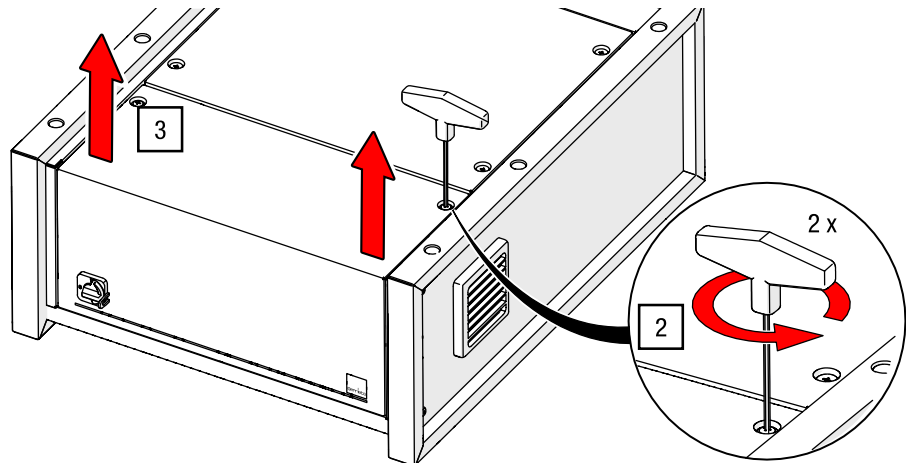

Abb. 89: Bedienfeld lösen und anheben (Steuerungsmodell kann abweichen)
Steuerung G-FRAME	- Das Bedienfeld ist an der Frontseite der liegenden Steuerung montiert (siehe Abb. 89) - Die Steuerung ist vom Netz getrennt
- Lösen Sie das Bedienfeld mit dem ISK SW 3 an beiden Seiten (siehe Abb. 89).
- Heben Sie das Bedienfeld von dem Steuerungskasten an (siehe Abb. 89).